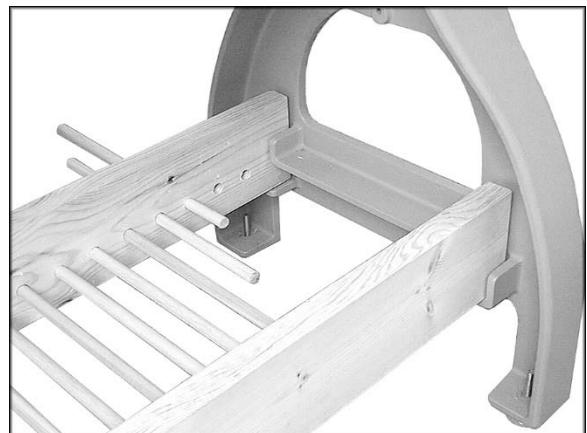

Рисунок 12
### **Способ 3: (Рис. 12)**
6. Вставьте стержни в отверстия в досках, как показано на Рис. 12.